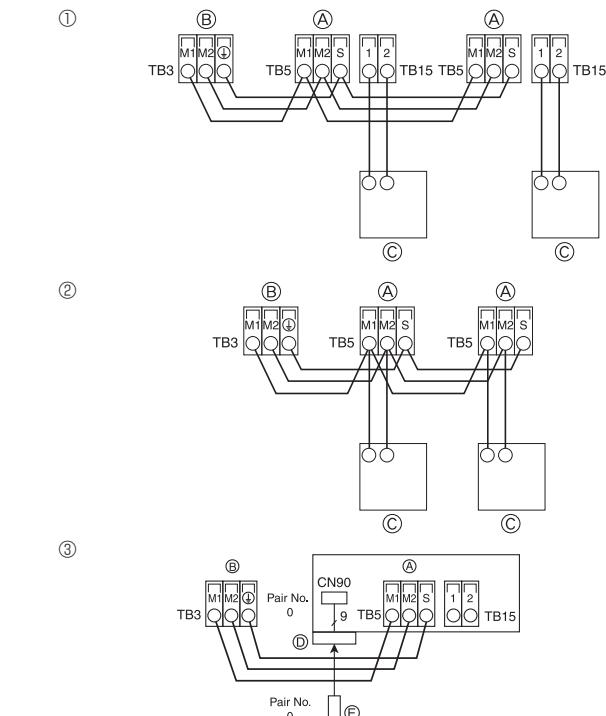
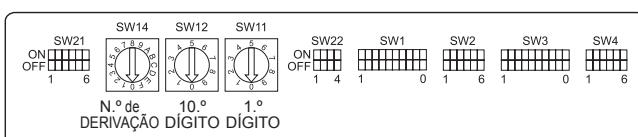

Fig. 4-8
Fig. 4-9
4.4. Ligação dos cabos de transmissão do controlo remoto e das unidades interior e exterior (Fig. 4-8)
- ① Controlo remoto MA
- ② Controlo remoto M-NET
- ③ Controlo remoto sem fios (Quando instalar um receptor de sinais sem fios)
- ④ Bloco de terminais para o cabo de transmissão interior
⑤ Bloco de terminais para o cabo de transmissão exterior [M1(A), M2(B), ①(S)]
⑥ Controlo remoto
⑦ Recetor de sinais sem fios
⑧ Controlo remoto sem fios
4.5. Definição dos endereços (Fig. 4-9)